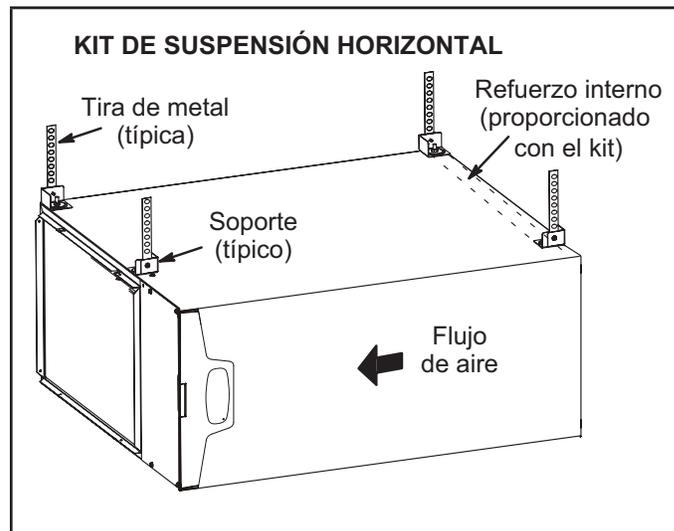

**FIGURA 17**
Consultar la FIGURA 17 con respecto a los espaciamientos en aplicaciones horizontales.
- 1 - Seleccione la ubicación de la unidad teniendo en cuenta el espaciamiento de servicio y otros espaciamientos necesarios. Ver FIGURA 17.